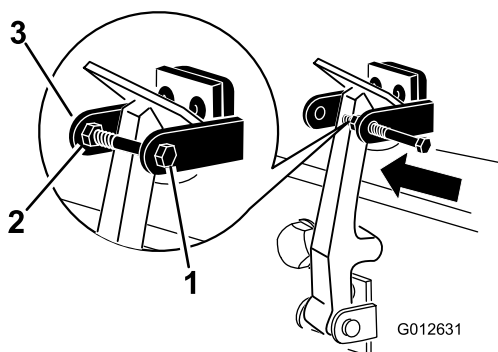

Figura 6
8. Aperte o parafuso no outro braço do suporte do trinco do capot e prenda o trinco na posição (Figura 6).